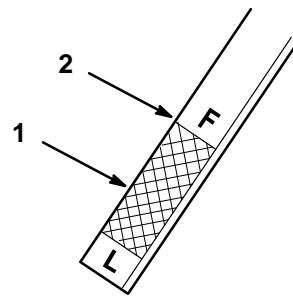

Abbildung 49
- Den Peilstab ganz in das Einfüllrohr schieben (Abb. 5). Den Peilstab herausziehen und das Metallende kontrollieren. Wenn die Hinterachse kalt ist, sollte das Öl im Betriebsbereich unter der FULL-Linie am Peilstab liegen (Abb. 49).